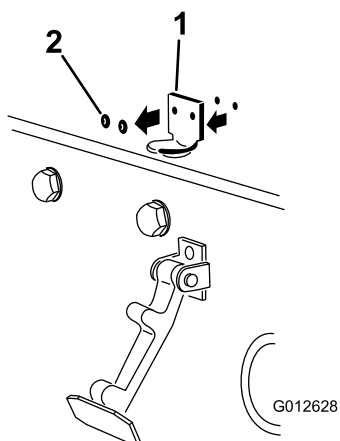

**Figure 4**
1. Décrochez le verrou du capot de son support (Figure 4).